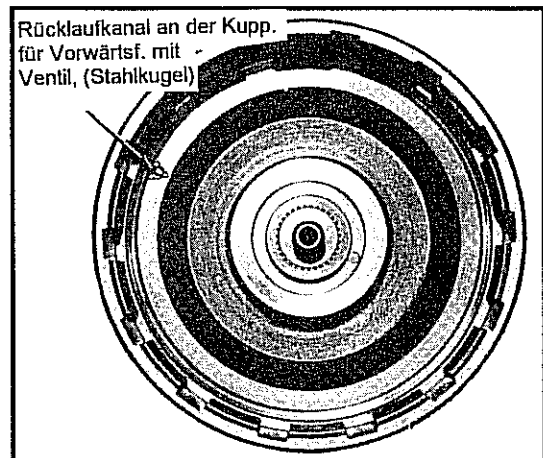

Abb. 10-97 Einbaulage der Rückschlagventile an den Öffnungen der Rücklaufkanäle
- Sicherstellen, daß der Durchgang am Rückschlagventil (Stahlkugel) frei von Fremdmaterial ist. Siehe Abb. 10-97.